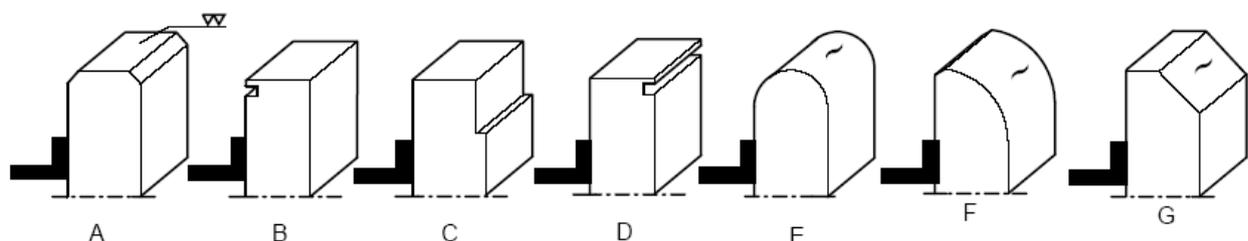

FIG. 1
- calibrage de l'épaisseur d'une bande de largeur réglable, de 0 à 60 mm (FIG. 1/C);
- renforcements de différentes profondeurs et épaisseurs à une distance réglable du bord (de 0 à 30 mm), de la part opposée à celle de la bande transporteuse (FIG. 1/D).
- dégrossissage de différents profils, par exemple tore et ½ tore (FIG. 1/E-F);
- débords hors-d'équerre (FIG. 1/G);